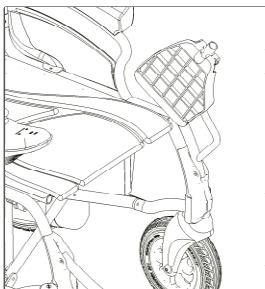
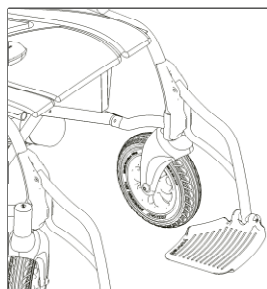

Figura 11
Figura 12
- **Uso della base mobile:** quando la sedia a rotelle elettrica è dotata di una base mobile, ruoti la base mobile dalla posizione della Figura 11 alla posizione della Figura 12 lungo l'asse di rotazione, assicurandosi che ruoti nella scanalatura della parte in plastica e apra il pedale; la sequenza d'azione è invertita per il ripiegamento. (Nota: la funzione è adatta solo ai modelli dotati di una base mobile)